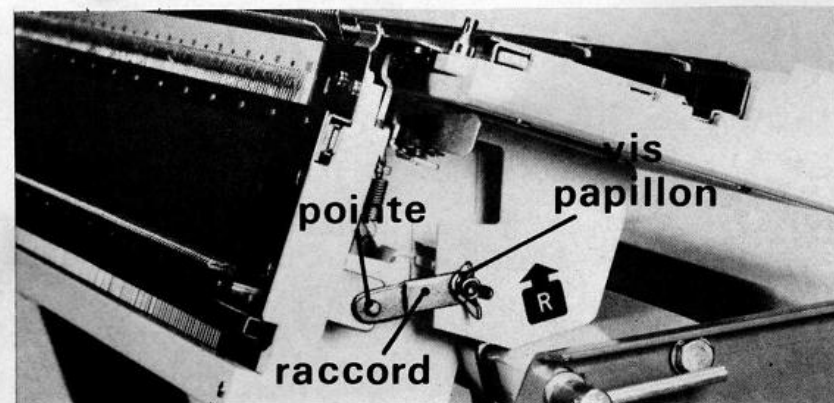

Fig. 6
- Dévisser légèrement la vis papillon, introduire la pointe dans le trou du raccord et bien serrer la vis papillon (fig. 6).